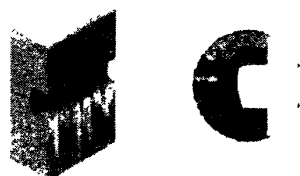

Рисунок 2
- надев защитные перчатки, вдавить шпатлевку в штробу (выемку) для остановки течи воды и удерживать до затвердевания (рисунок 2);